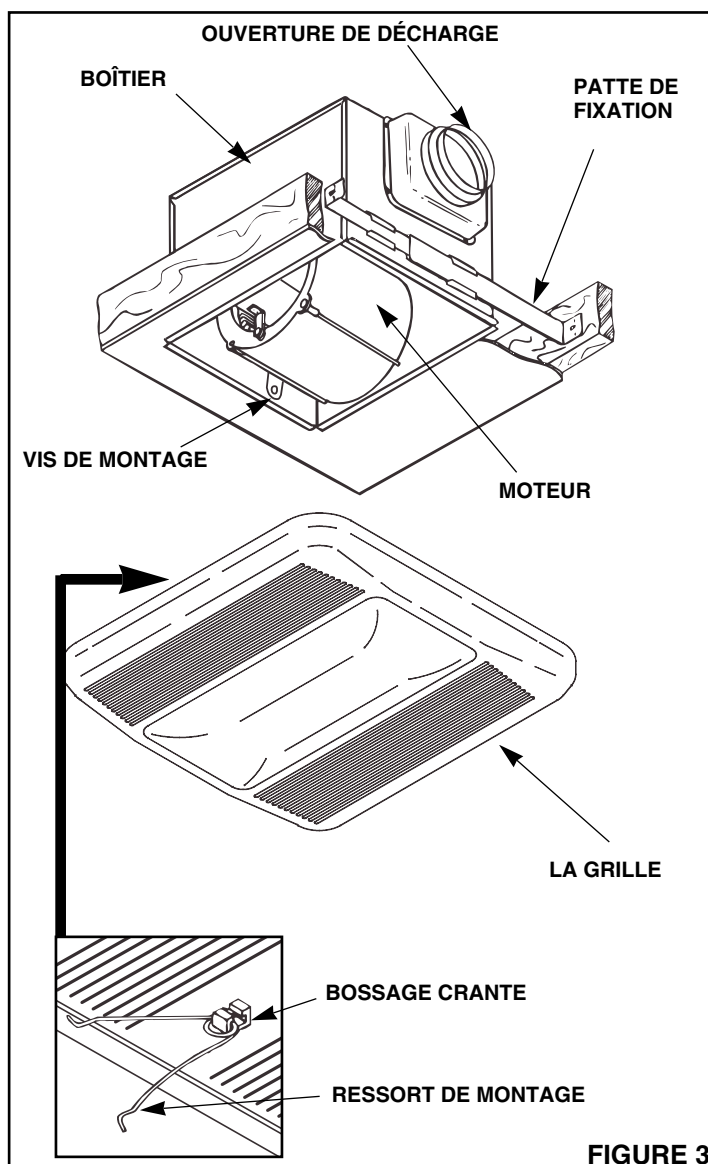

FIGURE 3
- Reportez-vous à la Figure 3.** Resserez la vis à fond.